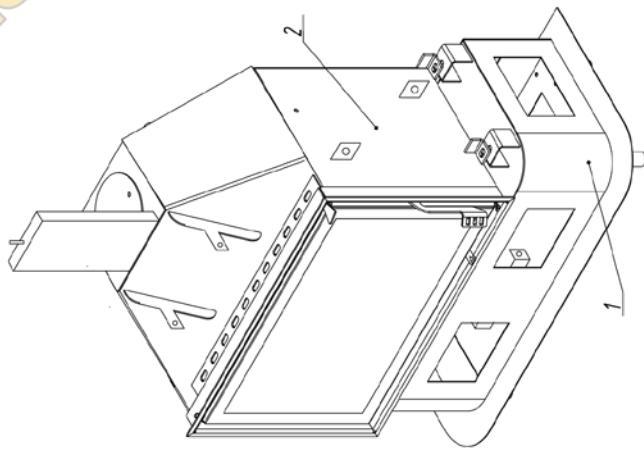

Рис. 1
1. Основание 1 топочная камера 2 постстаффляется залобом-изготовителем в собранном виде (Рис. 1)